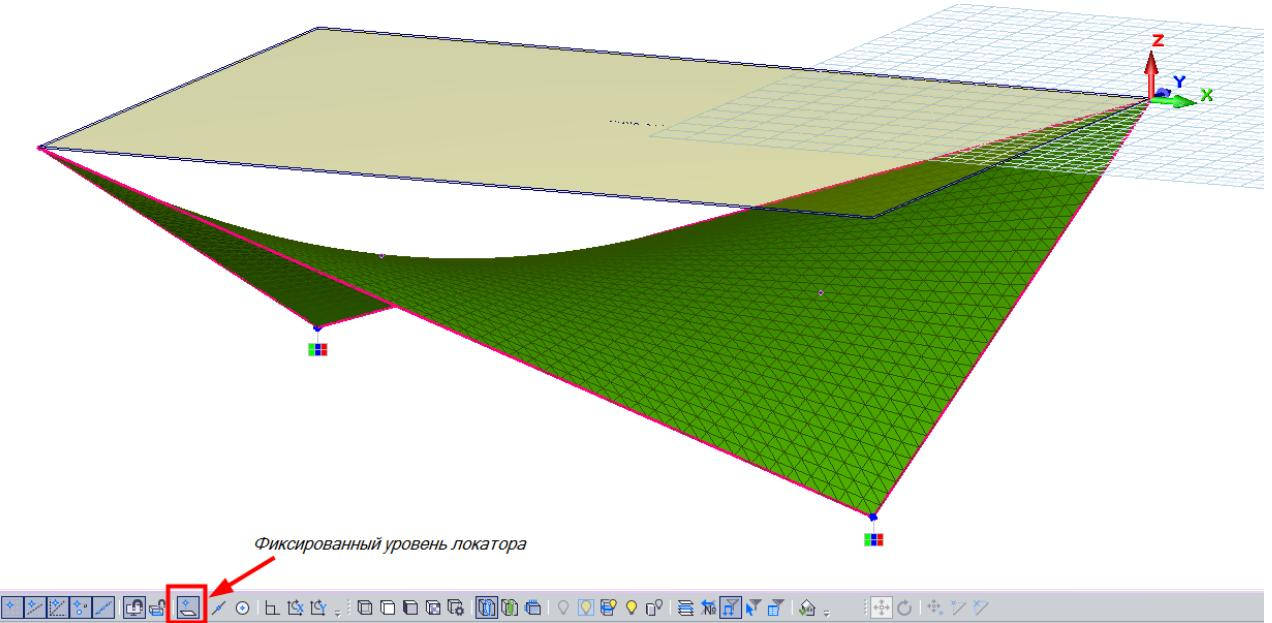

Рис.3.3 Визуализация нагрузки по площади гипара
- Указав одну из вершин гипара, растягиваем резиновую нить нагрузки до другой вершины гипара. При построении нагрузки контролируем активность кнопки Фиксированного уровня локатора (рис.3.3).